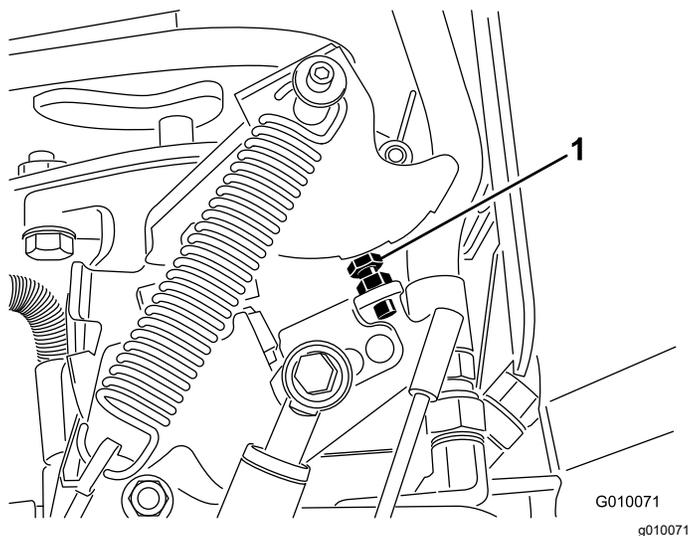

Bild 71
6. Wenn die Einstellung verstellt werden muss, drehen Sie die Pumpenanschlagschraube (Bild 71) mehr zur Anschlagplatte, um den Lochabstand zu verringern, oder drehen Sie die Anschlagsschraube von der Anschlagplatte weg, um den Lochabstand zu erhöhen.